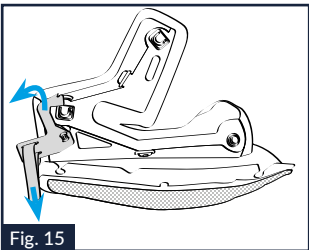

Fig. 15
12.1. Prendere il cuscinetto del guanciale sinistro e verificare che la leva di sicura posta sul suo retro sia in posizione di apertura (Fig.15).